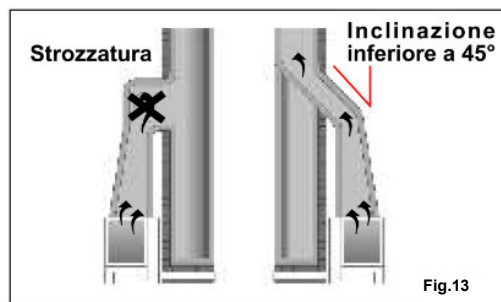

Fig.13
- Avere un andamento verticale con deviazioni dall'asse non superiori a 45° e priva di strozzature. (Fig.13)